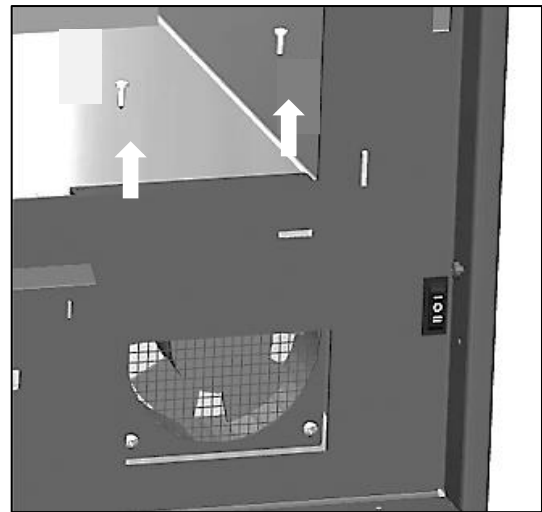
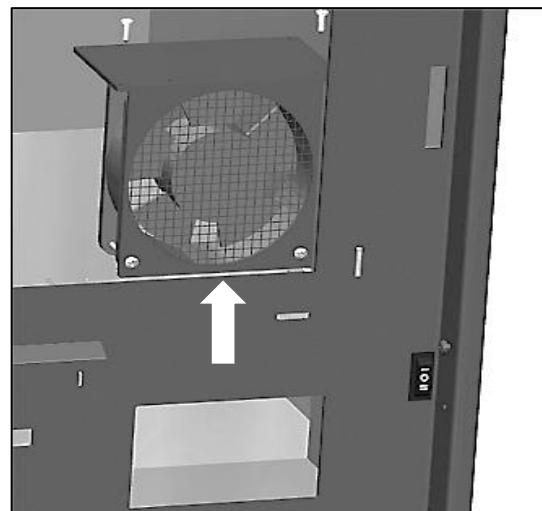

FIG. 4
FIG. 5
2. Aflojar los 2 tornillos superiores que sujetan el conjunto ventilador y sacarlo de su alojamiento tirando delicadamente hacia arriba (Fig. 4 y Fig. 5).